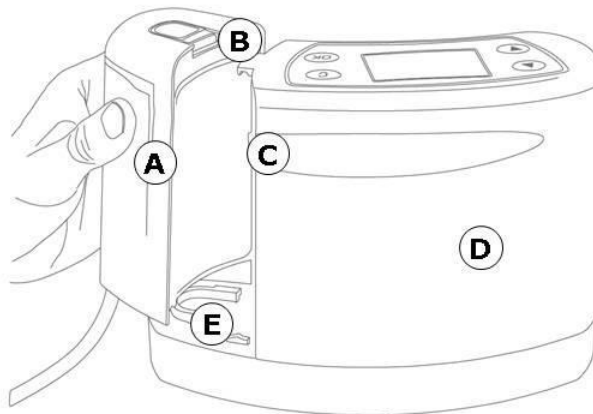

Abb. 4 Anschluss des Einweg-Sekretbehälters
1. Nehmen Sie den Einweg-Sekretbehälter (250 ml) (Abb. 4 (A)) aus der Verpackung.
2. Schieben Sie den Behälter auf die Führungsschiene (Abb. 4 (E)) am **ASSKEA procuff® M**, bis der Einweg-Sekretbehälter hörbar an der Verriegelung (Abb. 4 (B)) einrastet.
4. Drücken Sie auf die Verriegelung oben am Behälter (Abb. 4 (B)), halten Sie diese gedrückt und ziehen Sie den Einweg-Sekretbehälter waagrecht von dem Gerät weg.